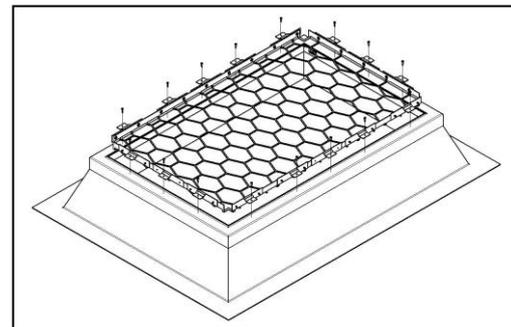
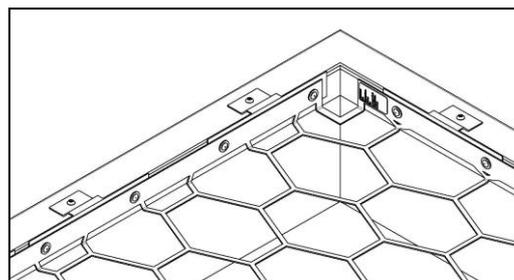

Bild 16
Bild 18
Vor der Montage der Winkel sollten die Gitter untereinander mit Sechskantschrauben ISO 4017-M6x20 und Sechskantmuttern DIN-985-M6 verschraubt werden (**Bild 16**).
3. Das positionierte Gitter mittels Bohrschrauben 4,8x23 T25 in den Aufsetzkranz montieren (**Bild 16, Bild 18**).